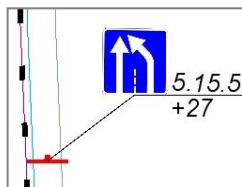

Рис. 29.15
- **Символ** для указания места установки знака можно выбрать любой (рис. 29.15). Предусмотрено также значение, когда символ не создаётся – *Не определено*.